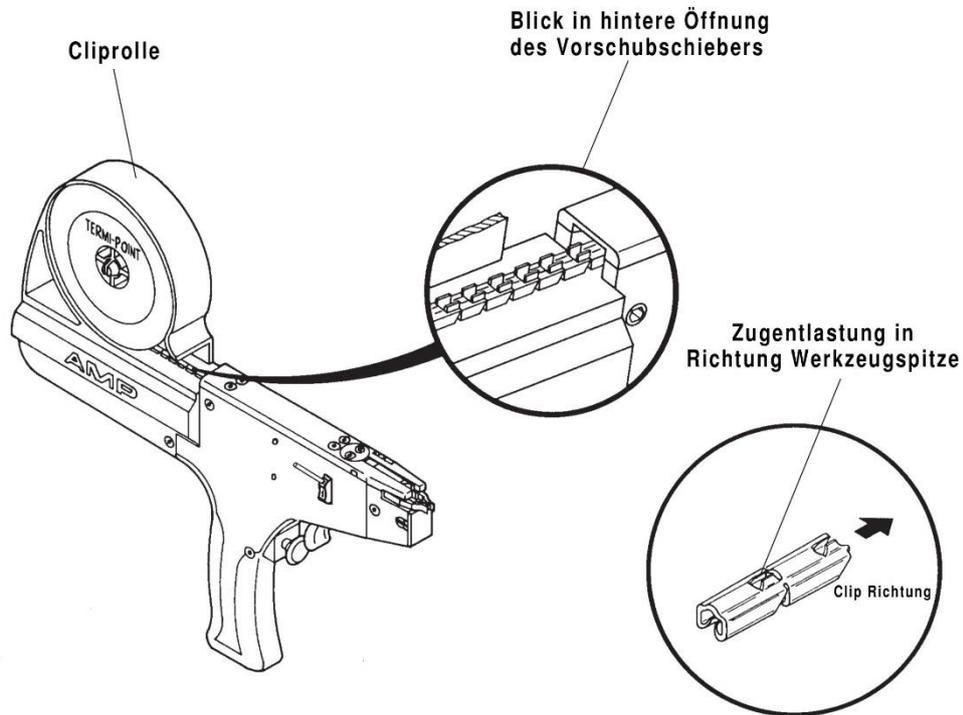

Abbildung 9: Laden des Werkzeuges
3. Ziehen Sie das Ende der Clipkette etwas heraus und setzen Sie die Cliprolle in die Rollhalterung ein; beachten Sie dabei, dass die Clip-Kette von unten aus der Rolle kommt; begradigen Sie die Kette. Die Zugentlastungskralen müssen in Richtung Werkzeug-Vorderteil zeigen siehe Abbildung 9: Laden des Werkzeuges.